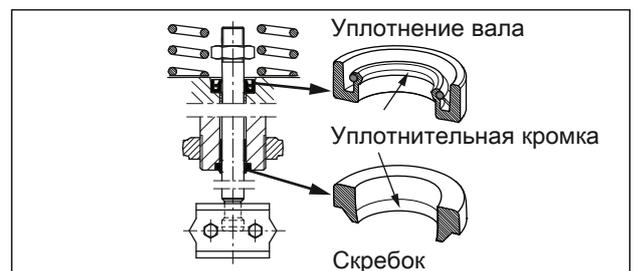

Рис. 17: Выравнивание уплотнительного кольца вала и скребка
6. Установите уплотнение вала с помощью подходящего инструмента. Убедитесь в том, что уплотнительные кольца вала правильно выровнены, см. Рис. 17.
7. Установите уплотнение вала с помощью подходящего инструмента. Убедитесь в том, что уплотнительные кольца вала правильно выровнены, см. Рис. 17.